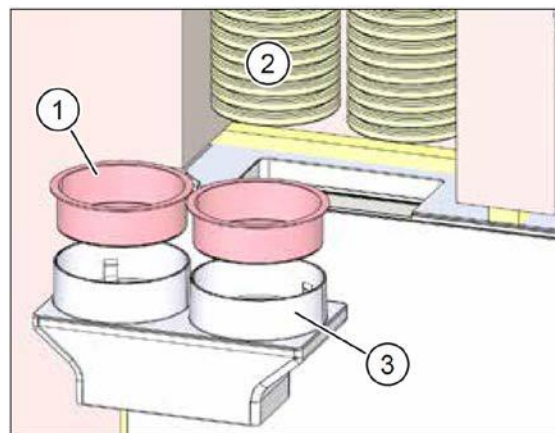

Рис. 27: нарезать гибкие трубы
- ▶ Снимите красную защитную крышку (поз. 1 на рис. 27) на соединении с гибкой трубой (поз. 3 на рис. 27).
- ▶ Укоротите гибкие трубы (поз. 2 на рис. 27) настолько, чтобы соединительный элемент (поз. 3 на рис. 27) с используемыми гибкими трубами вставился в отверстие в монтажной коробке.